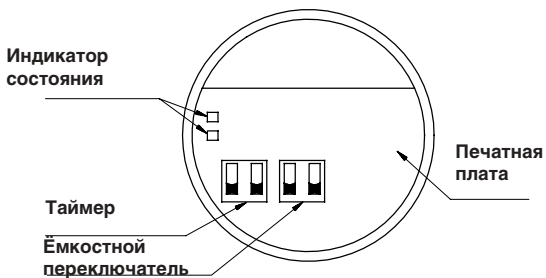

Рис. 14
5. Перевести переключатель и таймер в положение ON ("вкл."). Загорится красный световой индикатор, см. рис. 14, который не погаснет, пока не поступит первая порция смазки. Затем через каждые 15 секунд будет загораться зелёный индикатор состояния ("всё в норме").